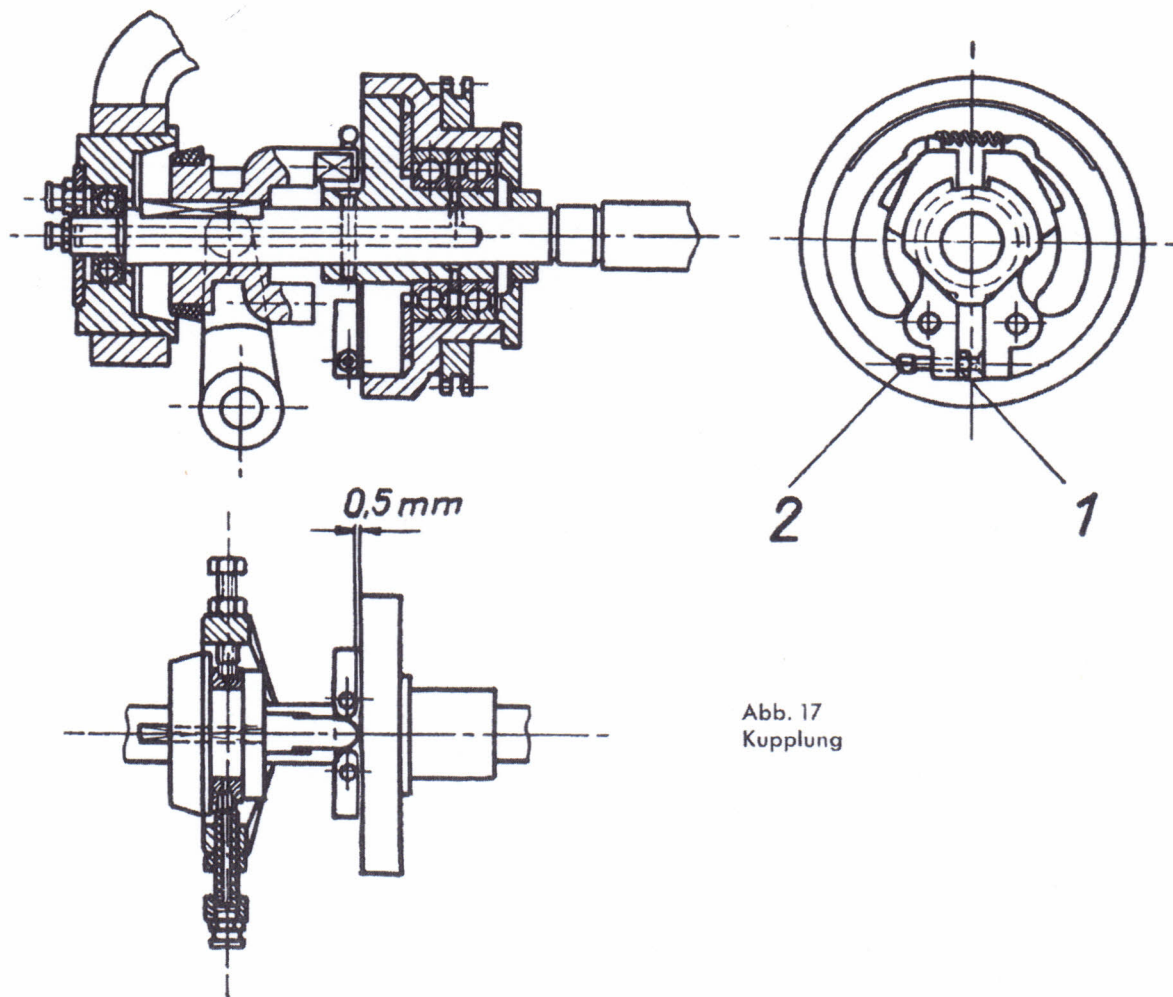

Abb. 17
p) Nachstellung der Kupplung (hierzu Abb. 17)